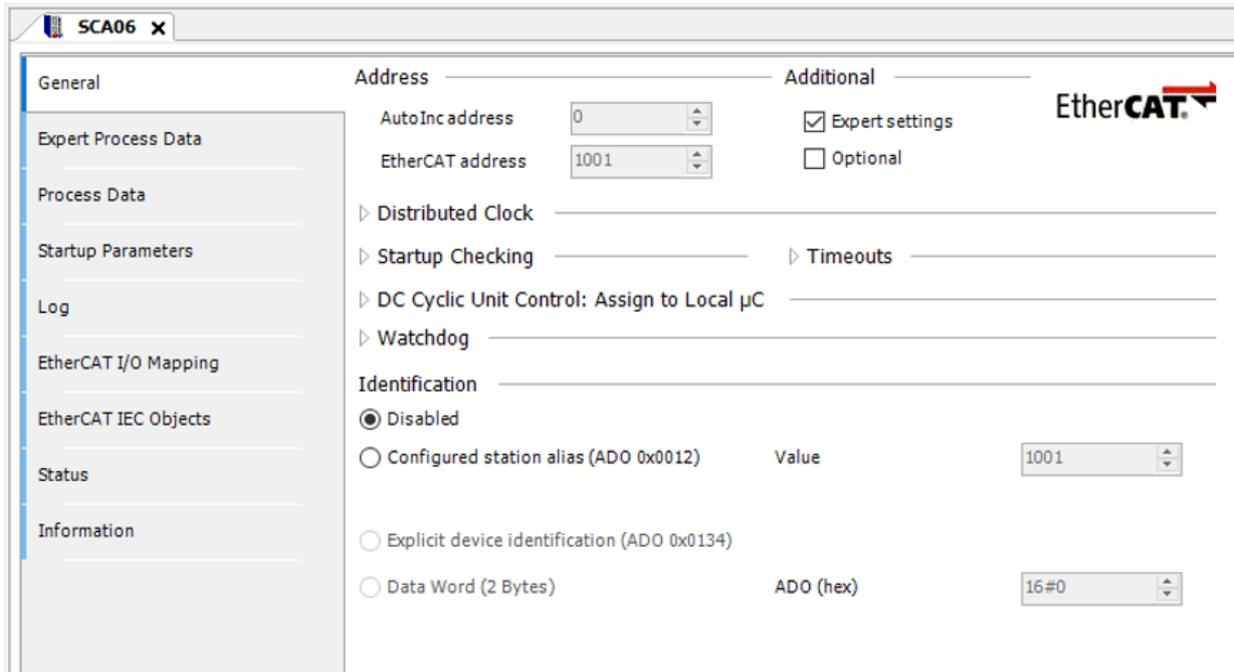

Figura 4.9: Habilitar configuraciones avanzadas SCA06_SoftMotion.
- Abra las configuraciones del **SCA06_Motion**, en la pestaña **General**, habilite la opción **Expert settings**, luego de eso quedarán disponibles diversas configuraciones avanzadas, como es presentado en la Figura 4.9.